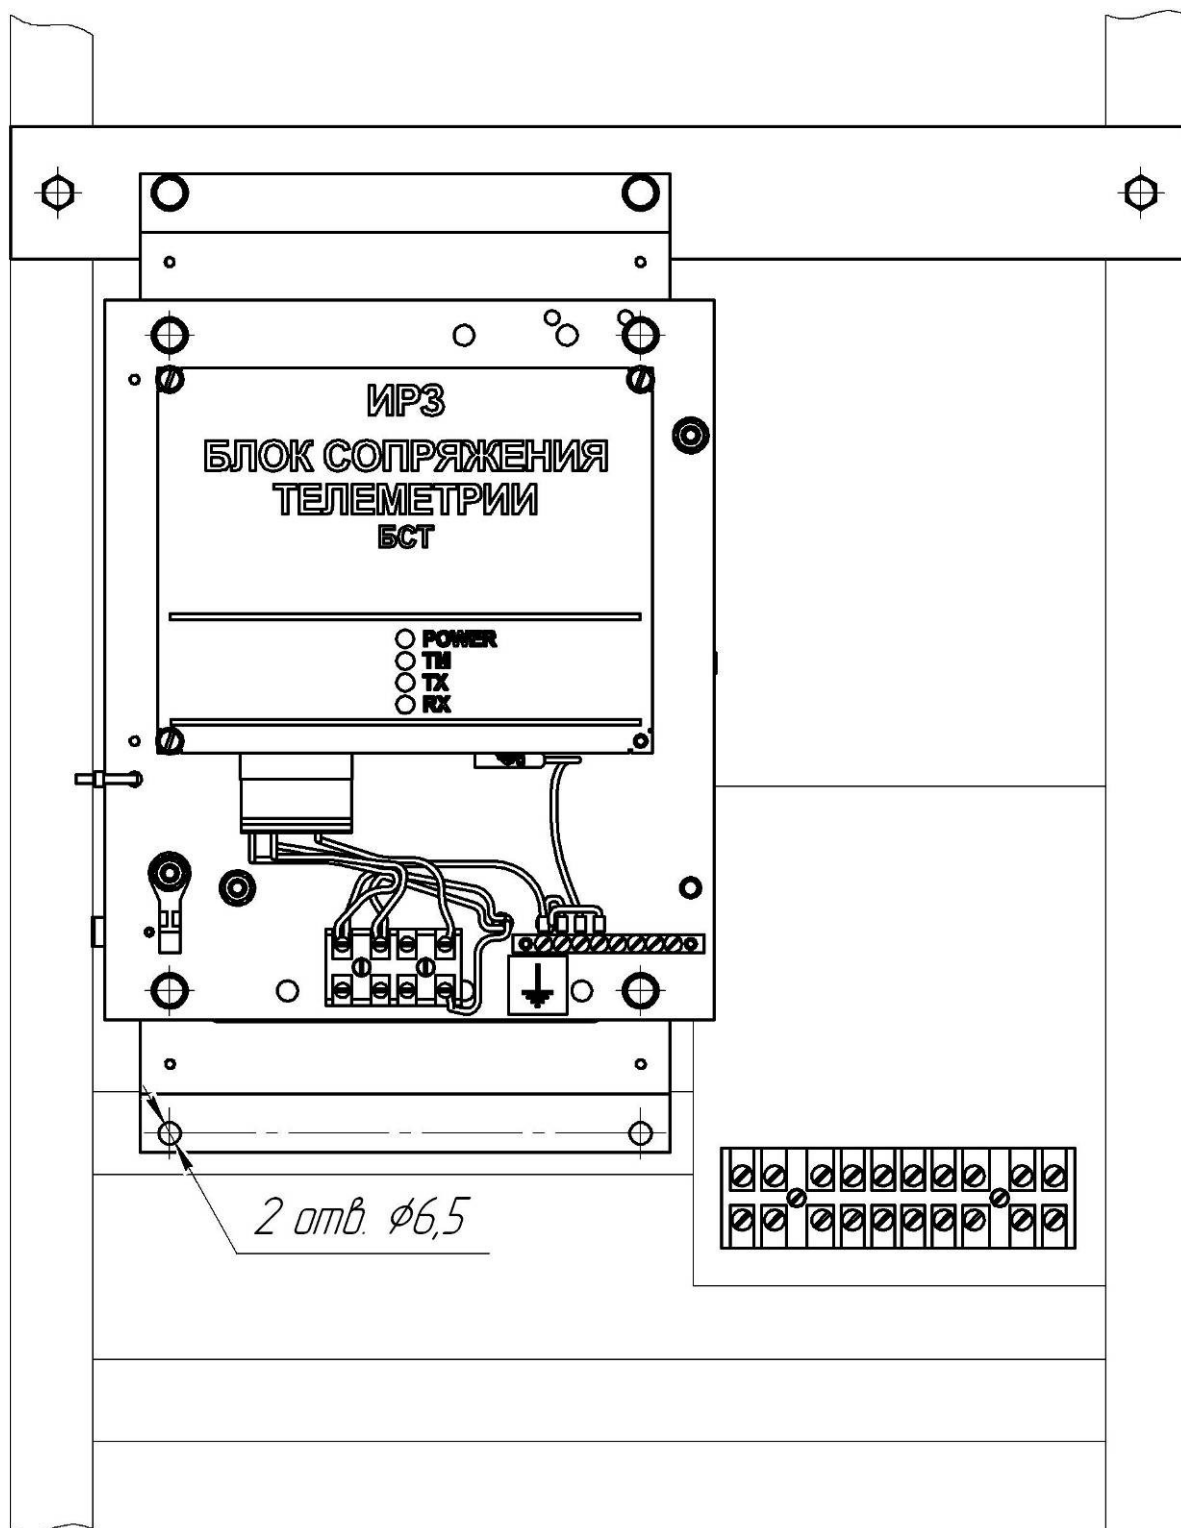

Рисунок 2.2.2 – установка ТМС-Э5 в ШГС-5805
3. На кронштейны установить ТМС-Э5, сориентировав согласно чертежу (см. рисунок 2.2.2), и закрепить винтами М6х16, гайками М6, под гайки установить шайбы обычные и шайбы пружинные;